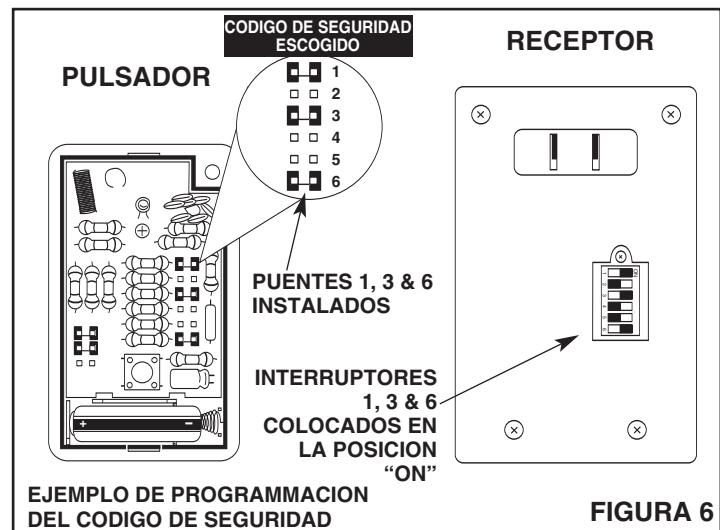

FIGURA 6
2. **Vea la figura 6.** Ajuste el interruptor del receptor para que coincida con los puentes instalados en el pulsador. Los puentes del pulsador deben corresponder con los interruptores del receptor que estén colocados en la posición "ON". Por ejemplo, si se ha instalado el puente N° 1, el interruptor N° 1 debe colocarse en la posición "ON".